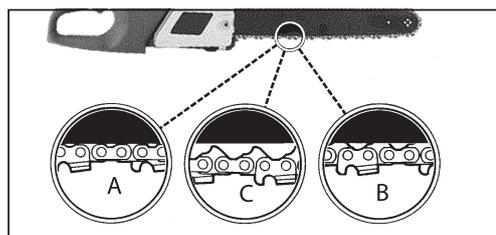

Рис. 6
*Если цепь НАТЯНУТА СЛИШКОМ СЛАБО или СЛИШКОМ СИЛЬНО, то звездочка, шина, цепь и сцепление изнашиваются быстрее. На Рис. 6 показано как выглядит правильно натянутая цепь в холодном состоянии (А), в процессе работы (В), и как пример вид натяжения цепи нуждающейся в регулировке (С).*